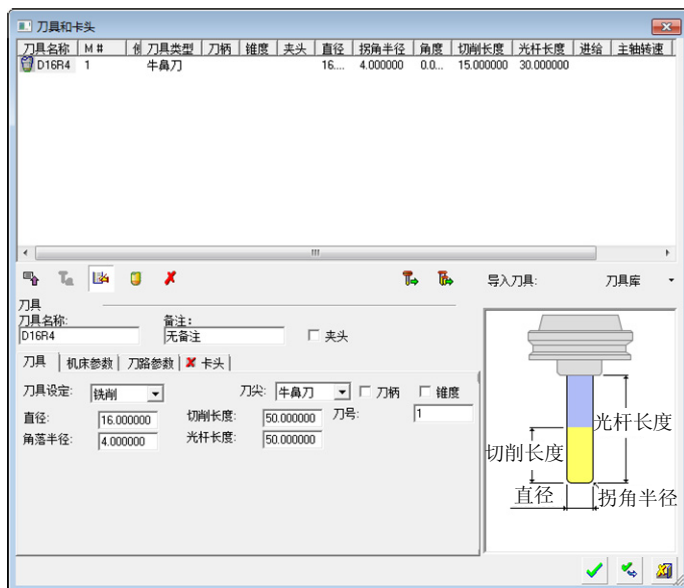

图 5-41 “刀具库”对话框
- 单击新刀具按钮，设置刀具参数如图 5-41 所示。依次单击确定按钮，完成刀具创建。